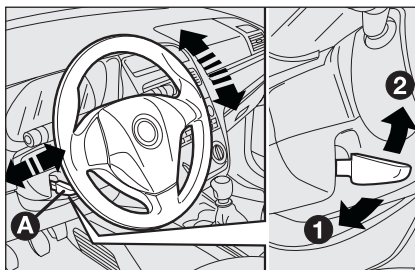

fig. 31
- ☐ desbloquee la palanca **A**-fig. 31 empujándola hacia adelante (posición 2);